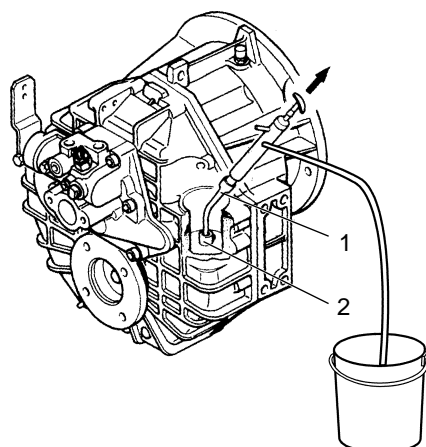

Fig. V-6
- 2.2.1 **ZF 45A, ZF 45-1, ZF 63A, ZF 63:** Push hose of suction pump (figure V-6, item 1) through suction pipe (figure V-6, item 2) down to bottom of the housing and remove the fluid.
- 2.2.1 **ZF 45A, ZF 45-1, ZF 63A, ZF 63:** Inserire il tubo di una pompa di aspirazione (fig. V-6, pos. 1) nel foro apposito che si trova nell'alloggiamento del filtro (fig. V-6, pos. 2) e assicurarsi che venga raggiunto il fondo della scatola, dopodichè aspirare tutto l'olio.
- 2.2.1 **ZF 45A, ZF 45-1, ZF 63A, ZF 63:** Introduire le tuyau de la pompe de vidange (figure V-6, position 1) à travers la canalisation d'aspiration (figure V-6, position 2) jusqu'au fond du carter et aspirer l'huile.
- 2.2.1 **ZF 45A, ZF 45-1, ZF 63A, ZF 63:** Introducir el tubo de una bomba de aspiración (Fig. V-6, pos. 1) en el orificio que se encuentra en el alojamiento del filtro (Fig. V-6, pos. 2), verificar que llegue al fondo de la caja y luego aspirar todo el aceite.
- 2.2.1 **ZF 45A, ZF 45-1, ZF 63A, ZF 63:** Den Schlauch einer handelsüblichen Saugpumpe (Pos.1, Bild V-6) durch das Saugrohr (Pos. 2, Bild V-6) bis auf den Gehäuseboden stecken und das Öl absaugen.